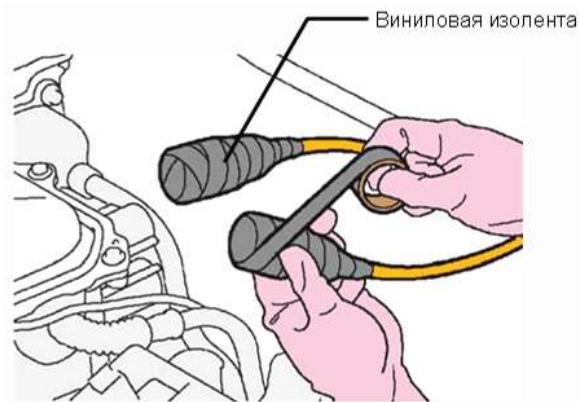

Рис. 5. Изолирование высоковольтных проводов
7. Изолировать отсоединённые наконечники высоковольтных проводов виниловой изолентой (рис. 5).